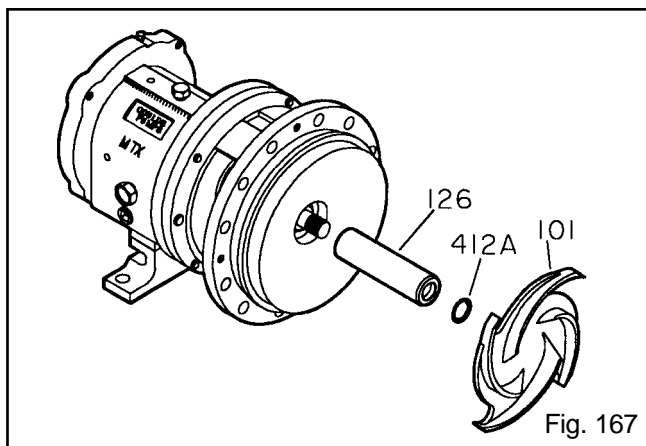

Fig. 167
3. Instale la camisa del eje (126) (Fig. 167).